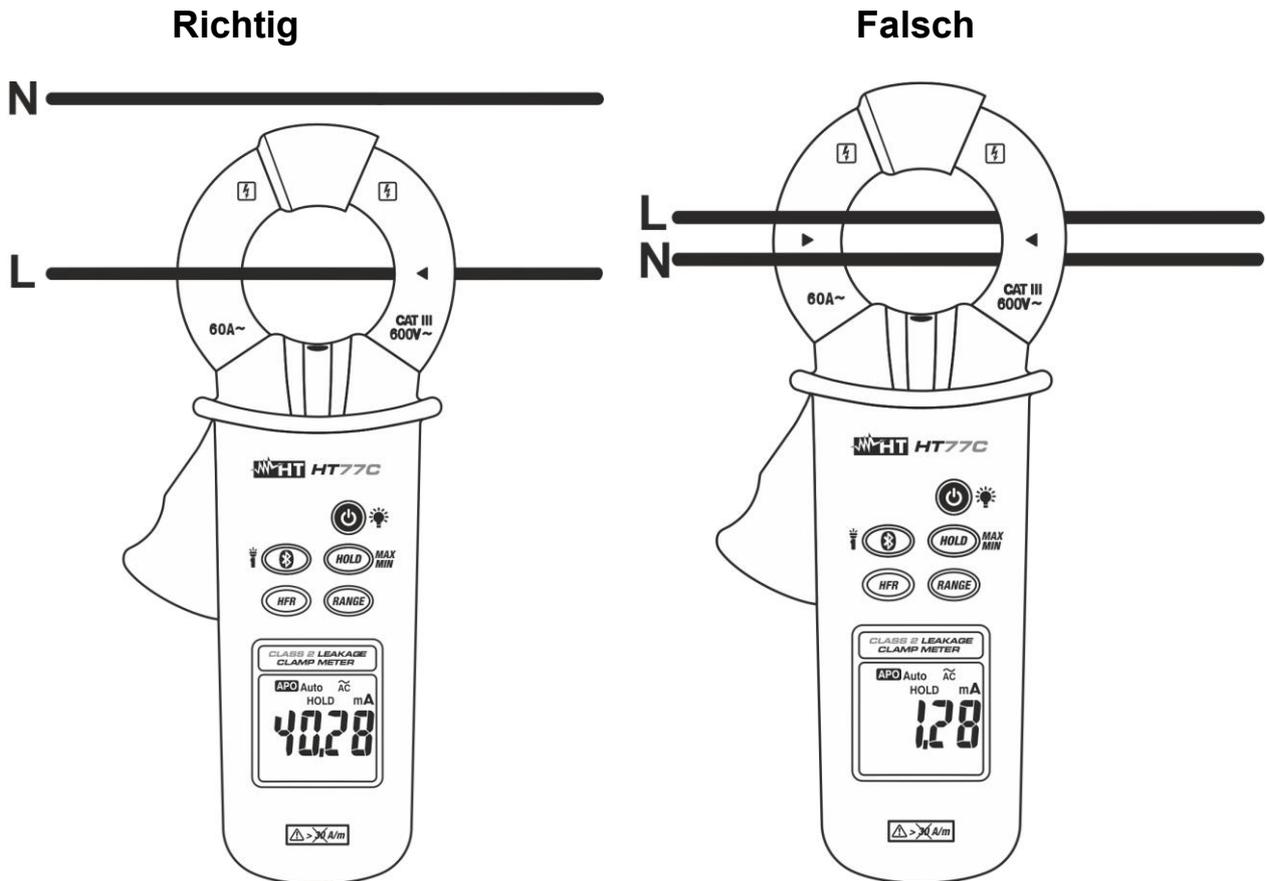

Abb. 3: Verwendung der Zange für Wechselstrommessung
2. Öffnen Sie die Zangenbacken und setzen Sie den Leiter ins Zentrum (siehe Abb. 3 – linke Teil). Der Stromwert wird im Display angezeigt